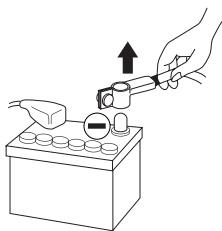

fig. 1
- **Avant d'entamer l'installation, déconnectez la borne négative de la batterie pour éviter tout risque de blessure, d'incendie ou d'endommagement du matériel. [fig. 1]**
- 2 - Débranchez le fil négatif de la batterie avant de commencer l'installation **(fig.1)**.